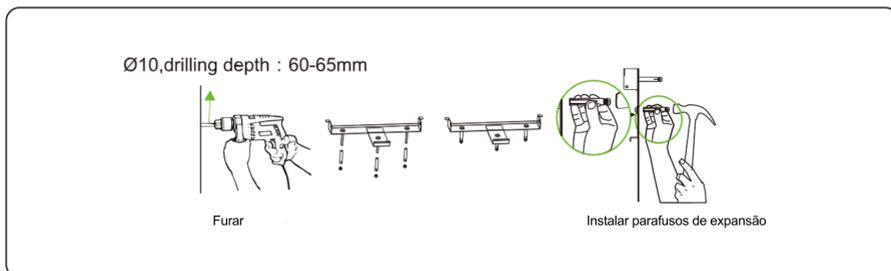

Figura 4.12 Perfurar e instalar expansão (unidade: mm)
PASSO 4 Perfurar usando uma broca martelo e instalar parafusos de expansão, como mostrado na Figura 4.12.